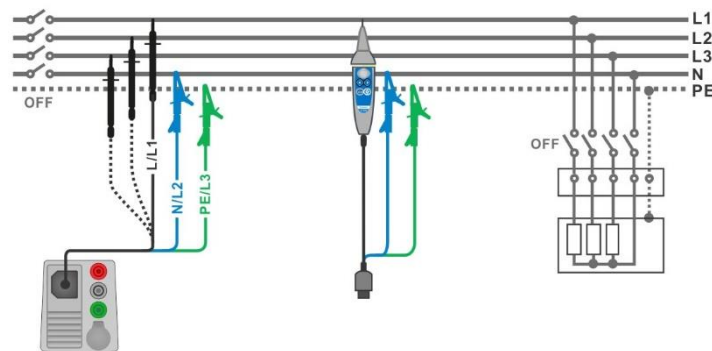

Abbildung 7.12: Anschluss des 3-Leiter Prüfadapters und der Commander-Prüfspitze
- › Schließen Sie die Prüfleitungen am Prüfling an (siehe und **Abbildung 7.12**). Der Standard 3-Leiter Prüfadapter, Schuko-Prüfkabel oder der Commander-Prüfstecker / -Prüfspitze können verwendet werden.